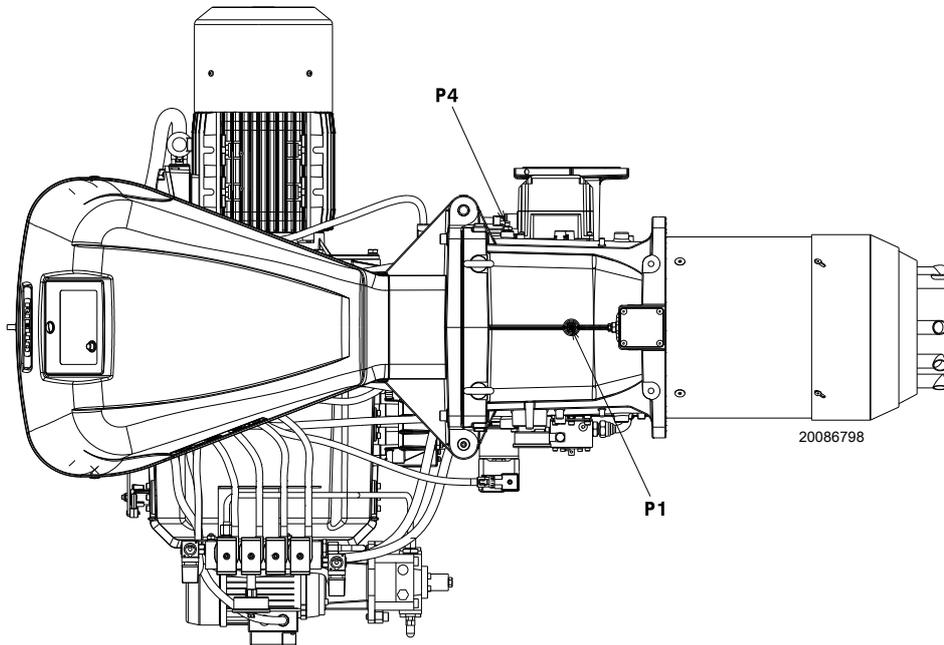

图 31
测试点 P1)( 图 31) 处测得的燃气压力，此时：
- 用测试点 P1)( 图 31) 测得的燃气压力减去炉膛压力。
$$\begin{aligned} \text{测试点 P1)( 图 31) 处燃气压力} &= 29.4 \text{ mbar} \\ \text{炉膛内压力} &= 5 \text{ mbar} \\ \text{炉膛内压力} &= 29.4 - 5 \\ &= 24.4 \text{ mbar} \end{aligned}$$
计算测试点 P1)( 图 31) 处所需燃气压力，将燃烧器以最大出力运行：
- 读出右边栏 1 所示测试点 P1)( 图 31) 压力。
测试点 P1)( 图 31) 处所需燃气压力。